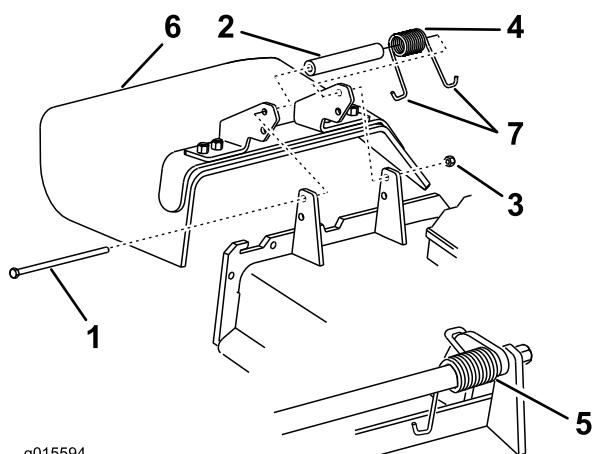

Figura 88
Nota: Asegúrese de colocar un extremo en **J** del muelle detrás del reborde de la carcasa antes de instalar el perno, según se muestra en Figura 88.
- Instale el perno y la tuerca. Coloque un extremo en **J** del muelle alrededor del deflector de hierba (Figura 88).
- Retire la contratuerca, el perno, el muelle y el espaciador que sujetan el deflector a los soportes de pivotе (Figura 88). Retire el deflector de hierba dañado o desgastado.